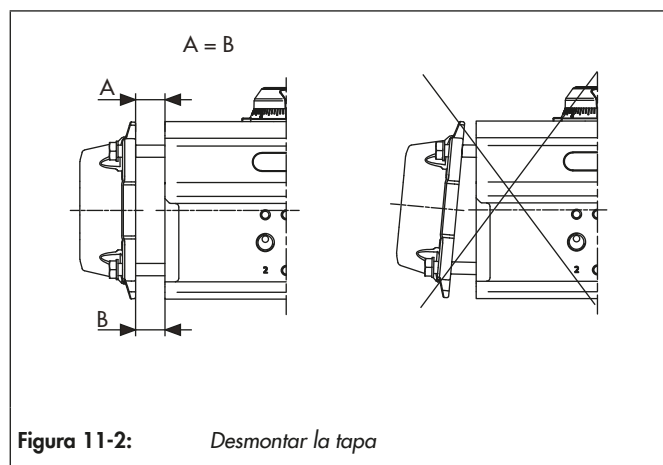

Figura 11-2: Desmontar la tapa
- ⇒ A la hora de desmontar la tapa, mantenga una distancia constante ($A = B$) entre la carcasa del accionamiento y la interfaz de la tapa; consulte la Figura 11-2.